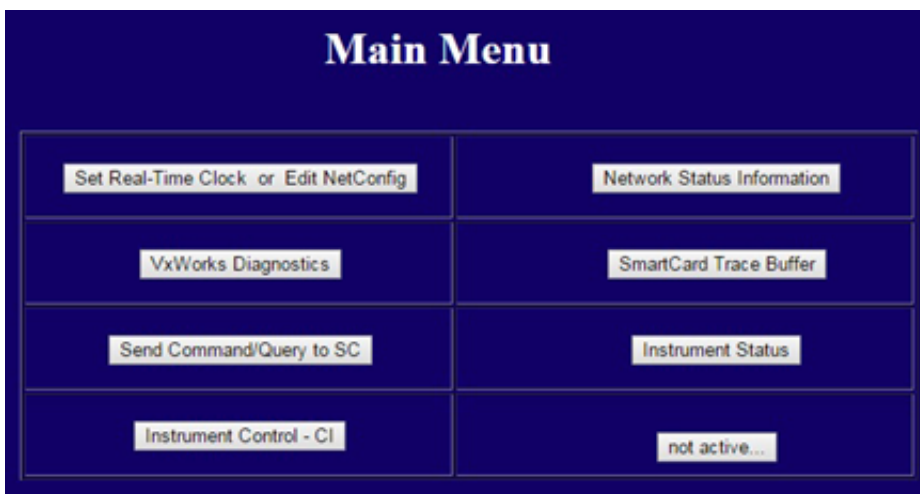

Figure 28 Menu principal de la WUI
- 4 Saisir l'adresse IP dans l'URL du navigateur Web d'un PC pour afficher la page WUI. (Voir Figure 28.)